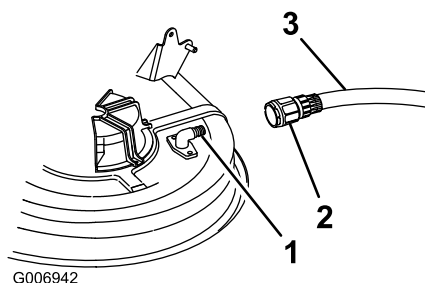

Figura 46
4. Conecte el acoplamiento (no suministrado) al conector de lavado del cortacésped, y abra el grifo al máximo (Figura 46).